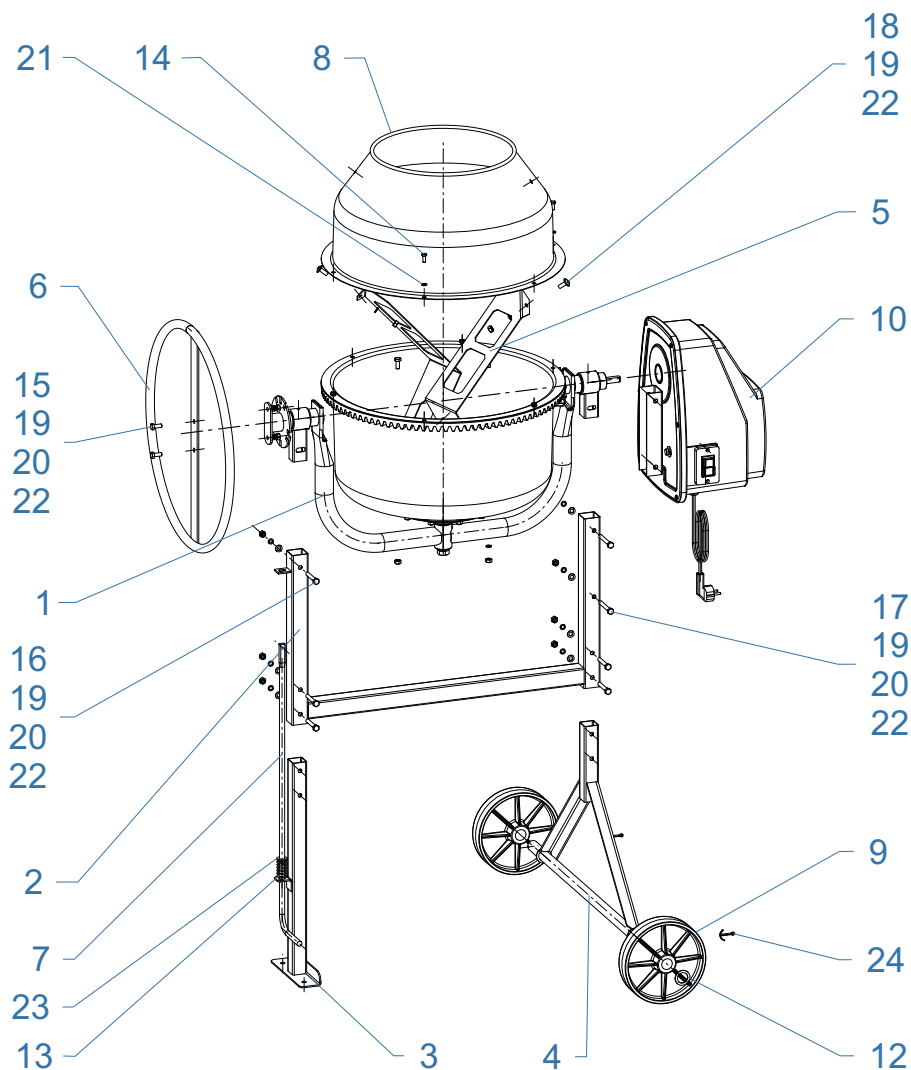
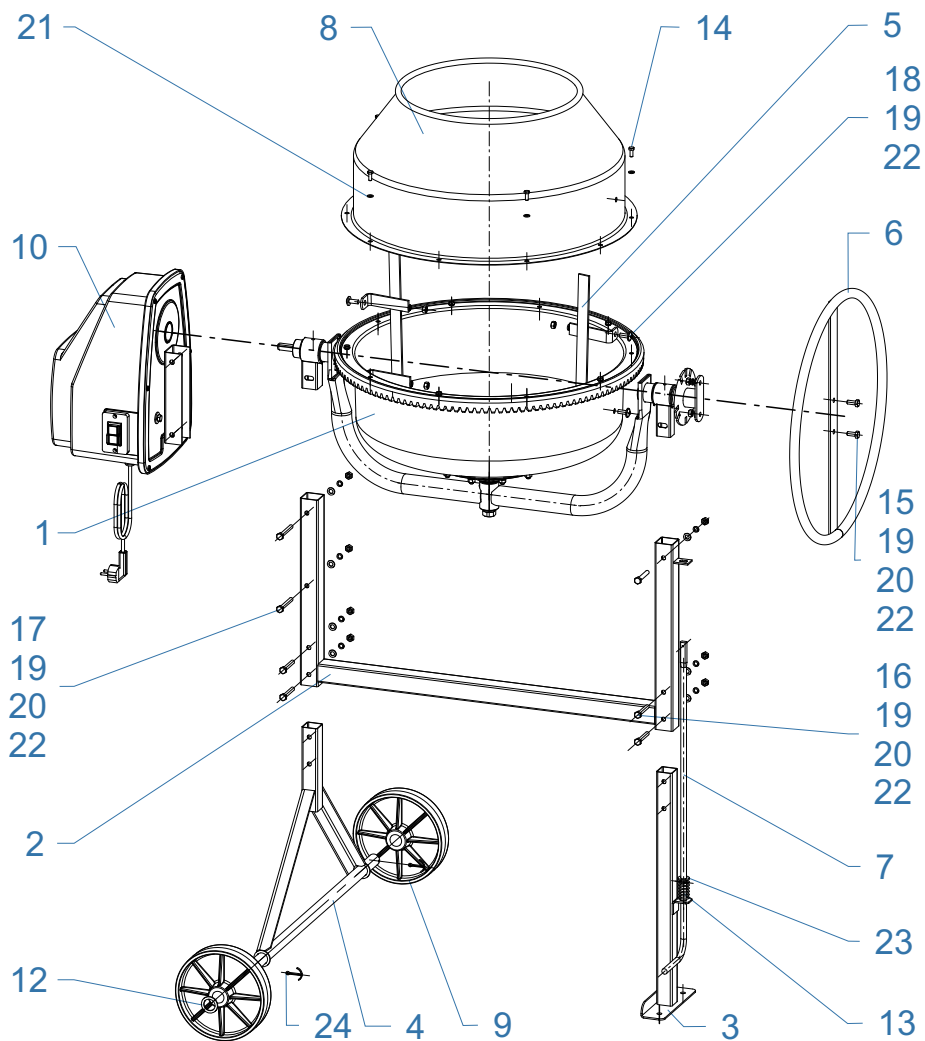

Рис.1 БСЕ-120 (вид с разнесёнными элементами)
Рис.1.1 БСЕ-140, БСЕ-160, БСЕ-180, БСЕ-200
5.1. Основными узлами бетоносмесителя являются барабан смесительный (поз.1+поз.8), траверса, рама поз.2, механизм опрокидывания (маховик) поз.6 и фиксации барабана поз.7, опора поз.3, опора колёс поз.4, электропривод поз.10, колеса поз.9 (см. рис.1 и рис.1.1).
Снаружи смесительного барабана закреплен зубчатый венец, внутри установлены две лопасти поз.5, осуществляющие перемешивание смеси (см. рис.1 и рис.1.1).